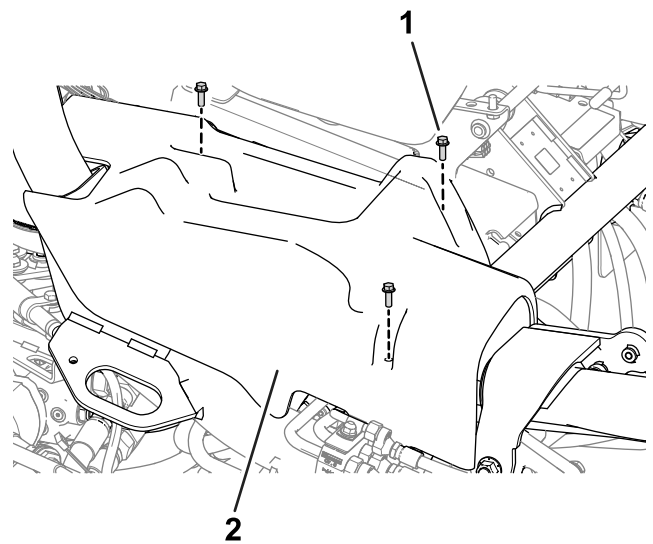

**Bild 9**
3. Den mit P02 gekennzeichneten Steckverbinder des Telematikkabelbaums an das Telematikgerät anschließen (**Bild 9**).